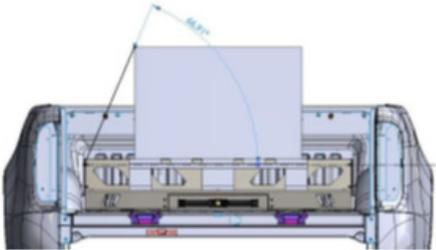
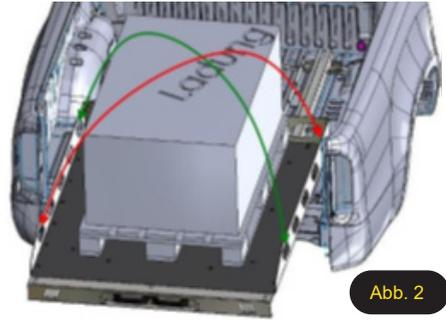

Abb. 1
Abb. 2
- Beispiel:** Beim Beladen des Auszuges mit einer Europalette, ergibt sich bei einer angenommenen Beladung mit 750mm Höhe ein Winkel von 66,9° der Spanngurte Abb. 1. In Rot und Grün sind die Pfade der Spanngurte in der Diagonalverzurrung ersichtlich Abb. 2. Die Haken werden in den Öffnungen des Schwerlastauszuges verankert. Ladung im eingefahrenen Zustand, ebenso an den Zurrösen der Ladefläche fixieren, sodass die Holzplatte des Auszuges nicht beschädigt wird. Wenn keine Antirutschmatten verwendet werden, wird die maximale Zuladung um 50% reduziert.
- The load is strapped to the side walls with ratchet straps, when the cargo slide is extended. The straps are laid diagonally across the load. The lashing straps should have an angle of 45° to 83° when lashing down Abb. 1.
**Example:** When loading the cargo slide with a Euro pallet, an assumed loading of 750mm height results in an angle of 66.9 ° of the ratchet straps. The paths of the ratchet straps in the diagonal lashing are shown in red and green Abb. 2. The hooks are anchored in the openings of the heavy-duty pull-out. In the retracted state, also secure the load to the lashing eyes on the loading area, so that the wooden plate of the pull-out is not damaged. If anti-slip mats are not used, the maximum load is reduced by 50%.